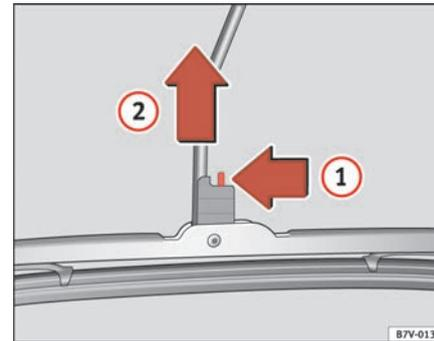

Abb. 147 Scheibenwischer hinten wechseln
- Entriegeln Sie das Wischerblatt in Pfeilrichtung ⇒ Abb. 147 ① und ziehen Sie gleichzeitig das Wischerblatt etwas in Pfeilrichtung ②.
- Nehmen Sie das Wischerblatt entgegen der Pfeilrichtung ② ab. ▶
- Schieben Sie ein neues Wischerblatt **gleicher Länge und Ausführung** etwas in Pfeilrichtung ② und hängen Sie das Wischerblatt in den Wischerarm ein.
- Ziehen Sie das Wischerblatt entgegen der Pfeilrichtung ② bis es einrastet.